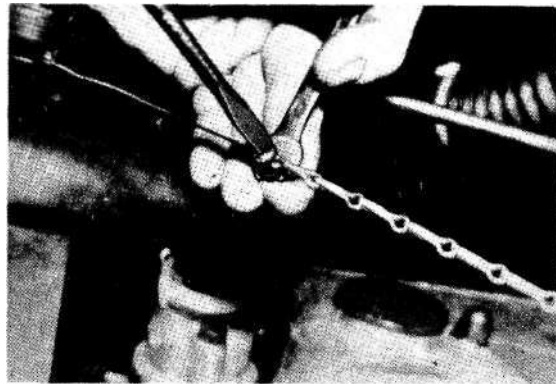

Bild 4 - 9
5. Kühlerstrebe am Kühler lösen. (Bild 4 - 10)